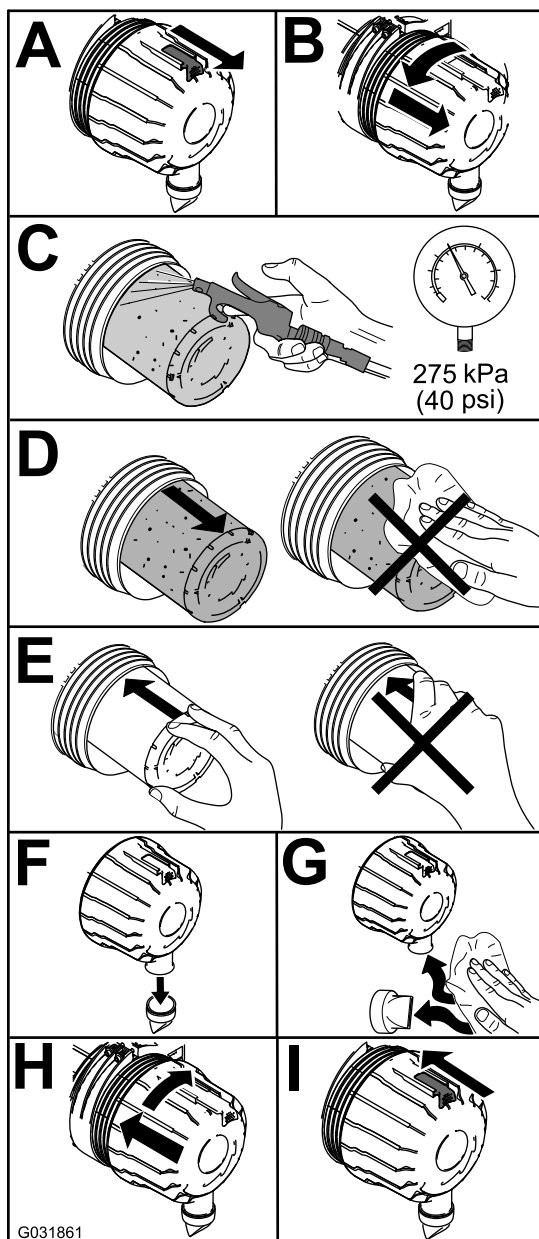

Figura 74
1. Sostituire il filtro dell'aria (Figura 74).